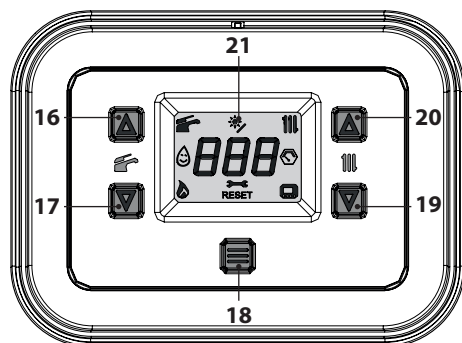

Figura 6.7
- Tenere premuto per 5 secondi il tasto 18 fino a far apparire sul display entrambi i simboli  e  (Figura 6.7).
- Entrare in "modalità programmazione" premendo contemporaneamente per 5 secondi i tasti 17 e 19 (Figura 6.7) fino a far apparire
- Premere il tasto 18 (Figura 6.7) per attivare la funzione. Il display visualizzerà quanto segue (Figura 6.11 e Figura 6.12).
- tenere premuti contemporaneamente i tasti 17 e 19 per 5 sec. (Figura 6.7) (ritorno al livello precedente).
- Spegner la caldaia tenendo premuto per 5 secondi il tasto 18 (Figura 6.7) fino a far apparire sul display LCD il simbolo — — — (i trattini vengono accesi in sequenza per simulare uno scorrimento) (Figura 6.6).